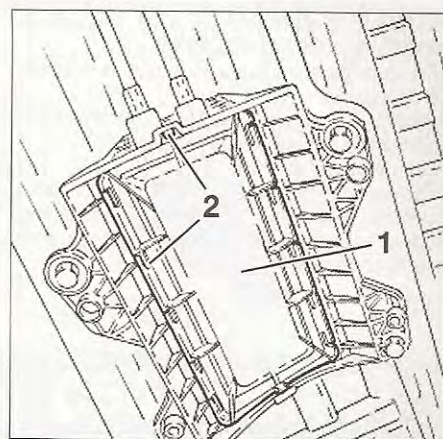

fig. 16
- Separar los enganches (2) de la carcasa inferior (1) del mecanismo de palanca de velocidades (fig. 16).
- Separar los enganches (2) de la carcasa (1) inferior de la palanca de velocidades (fig. 16).